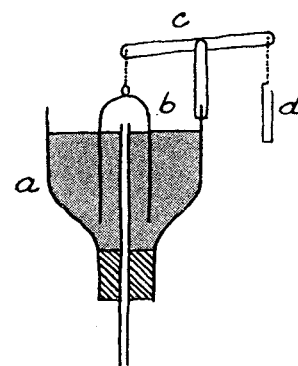

Fig. 14. Cisterne-model.
W.C.-cisternen. Fig. 14 er et apparat, der skal vise, hvordan en W.C.-cisterne er indrettet. a er en glasbeholder, som forinden er forsynet med en gummi-prop, hvorigennem går et glasrør. Over dette rør befinder der sig et kort reagensglas b ophængt i en vandret stang c, som kan dreje sig om en akse. I glasbeholderen er der vand, der når næsten op til glasrørets overkant.